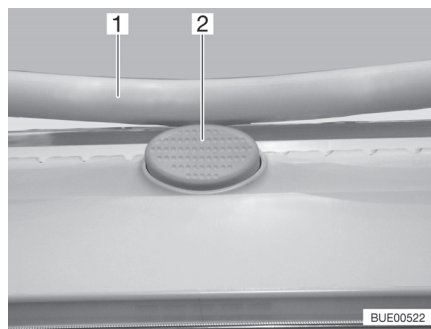

Fig. 17 Bouton de sécurité (lanterneau Heki)
- Appuyer sur le bouton de sécurité (Fig. 17,2) et tirer l'étrier (Fig. 17,1) vers le bas avec les deux mains.
- Pousser l'étrier vers le haut avec les deux mains jusqu'à ce que ce dernier se trouve au-dessus du bouton de sécurité (Fig. 17,2).